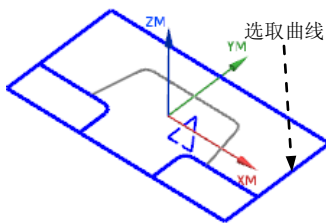

图 16.33 选取曲线
Step5. 创建边界 2。在“选择条”工具栏中确认“在相交处停止”按钮  被按下, 按顺序依次选取图 16.33 所示的曲线, 单击 **创建下一个边界** 按钮, 系统创建出边界 2 如图 16.34 所示。单击 **确定** 按钮, 返回到“边界几何体”对话框, 单击 **确定** 按钮。